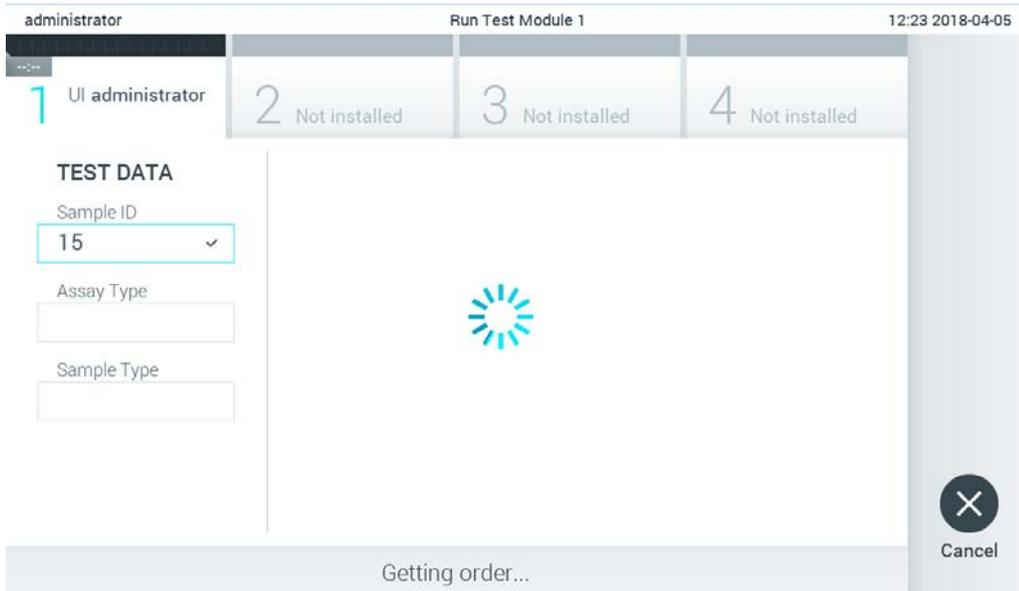

Figure 82. Affichage pendant la récupération de la commande de test.
3. L'ID de l'échantillon sera envoyé à l'hôte et pendant que le QIAstat-Dx Analyzer 1.0 attend une commande de test, le message « Getting order... » (Récupération de la commande) s'affiche (Figure 82).